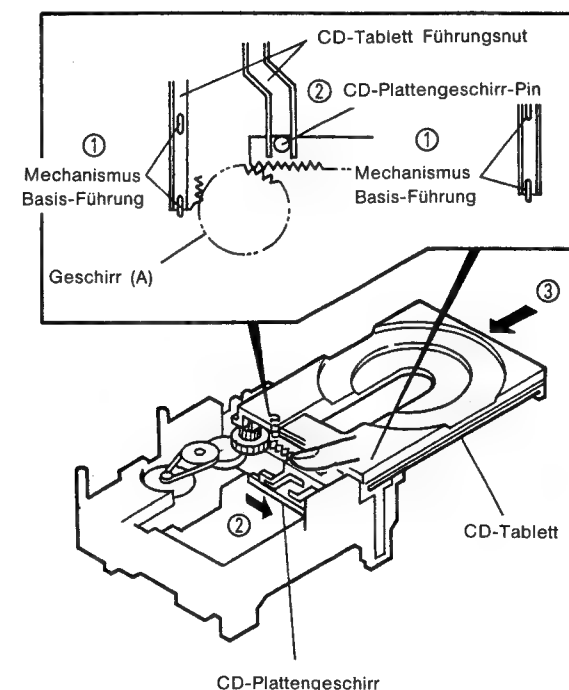

Abb. 4
2. Einbau des CD-Tabletts (Abb. 4)
- ① Legen Sie das CD-Tablett so ein, daß die Führungen in die Führungsnut auf jeder Seite des C Tabletts passen.
- ② Ziehen Sie das CD-Plattengeschirr in die Richtung des Pfeils so daß der Pin in dem CD-Plattengeschirr in der Führungsnut des CD-Tabletts liegt.
- ③ Legen Sie das CD-Tablett in der Richtung des Pfeils ein